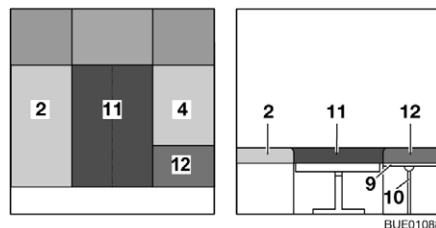

Bild 109 Nach dem Umbau
- Das Zusatzpolster (Bild 109,11) zwischen die Sitzpolster (Bild 109,2 und 4) legen.
- Das Zusatzpolster (Bild 109,12) auf die Bettkasten-Verlängerung (Bild 109,9) legen.